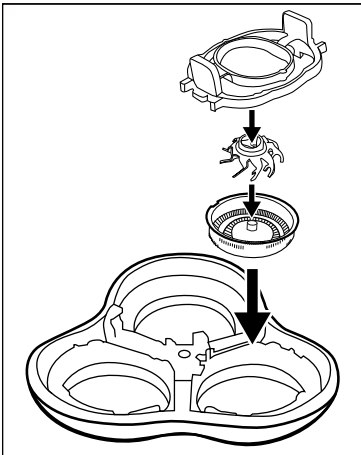

Fig. 4
- 4) Reasamblați unitatea de tăiere **2**. Utilizați pentru ajutor următoarea figură (a se vedea fig. 4).